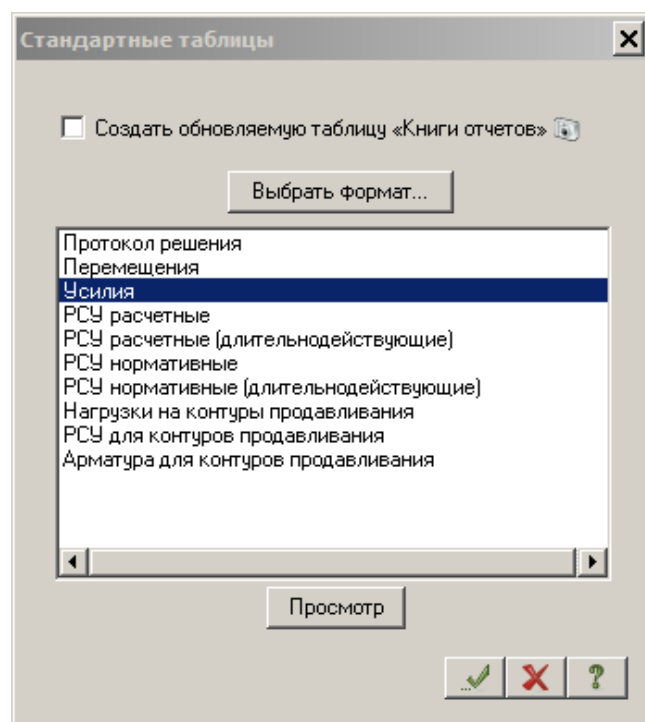

Рис.23.37. Диалоговое окно **Стандартные таблицы**
- После этого в диалоговом окне **Стандартные таблицы** (рис. 23.37) выделите строку **Усилия**.